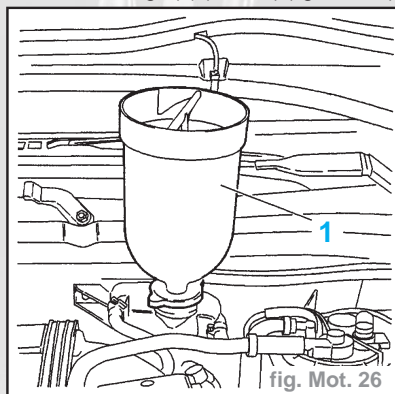

fig. Mot. 26
- Monter sur l'orifice de remplissage le cylindre de charge (1) (4520-T) (fig. Mot. 26).